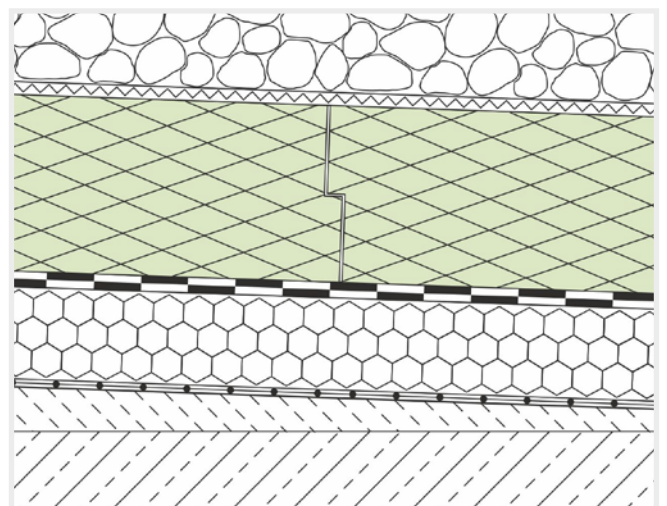

Abb. 18: Saniertes Plusdach mit Gefälledämmung im Altbestand.
- Auf die Dämmschicht kann abschnittsweise der zwischen- gelagerte Kies verteilt werden (**Abb. 18**), bis die gesamte Dachfläche energetisch saniert ist.